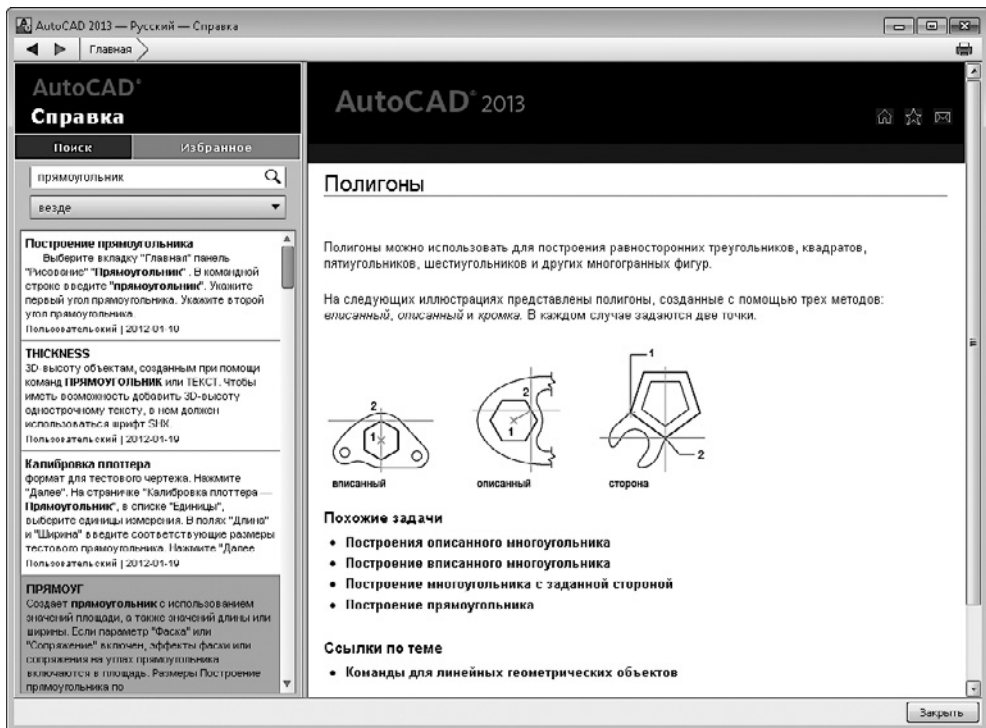

Рис. 1.38. Окно с описанием создания полигонов
3. Раскройте раздел **Команды** и щелкните на ссылке **ПРЯМОУГ**. Откроется окно с описанием этой команды и ее параметров (рис. 1.38).